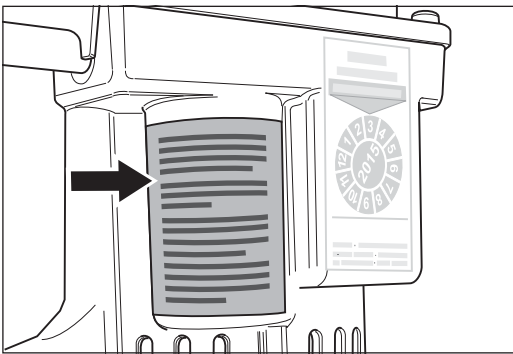

Abb. 19 Den Warnhinweis am Motorgehäuse beachten!
- **Beachten Sie den Warnhinweis am Motorgehäuse (Abb. 19)!**